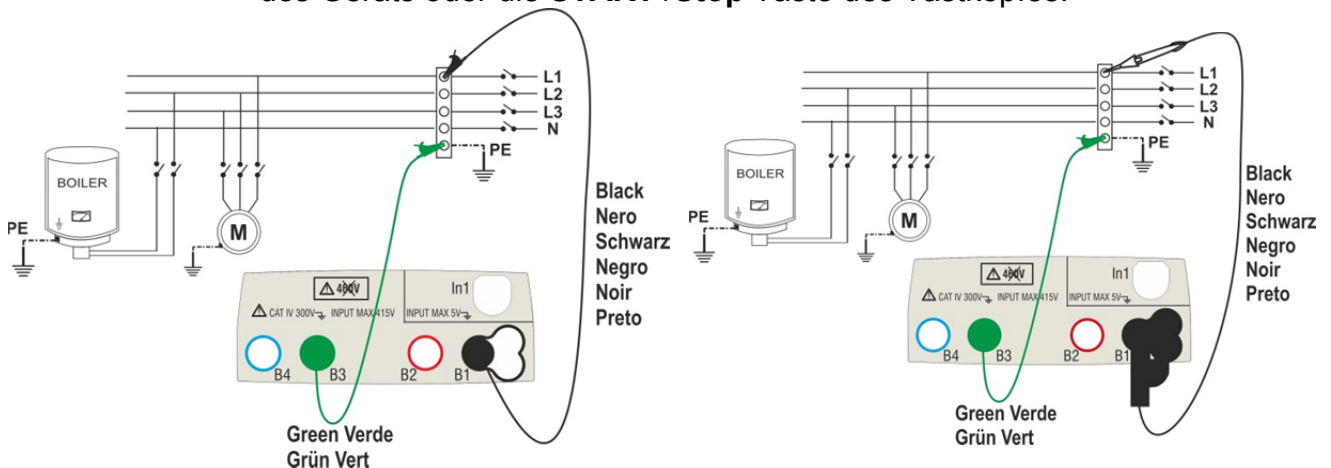
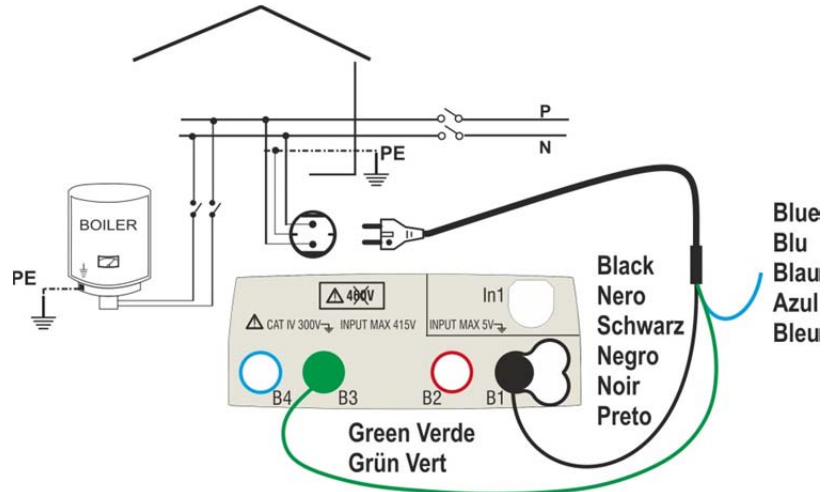

Abb. 8: Geräteanschluss L-PE mit Einzelkabeln und Tastkopf
Abb. 9: Geräteanschluss L-PE mittels Schuko-3 Leiter Kabel
6. Verbinden Sie die Krokodilklemmen und/oder die Messkabel und/oder den Tastkopf mit den Enden der zu testenden Leiter wie in Abb. 8 und Abb. 9 gezeigt